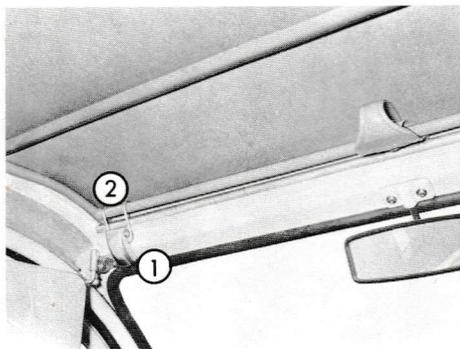

Abb. 23 - Öffnen des Rollverdeckes, vorn
- Hebel (Abb. 23 (1)) nach hinten kippen, um die Haltehaken (2) auszuhängen.
- Klapprahmen mit Hilfe des Verriegelungshakens verriegeln (Abb. 23 (2)).